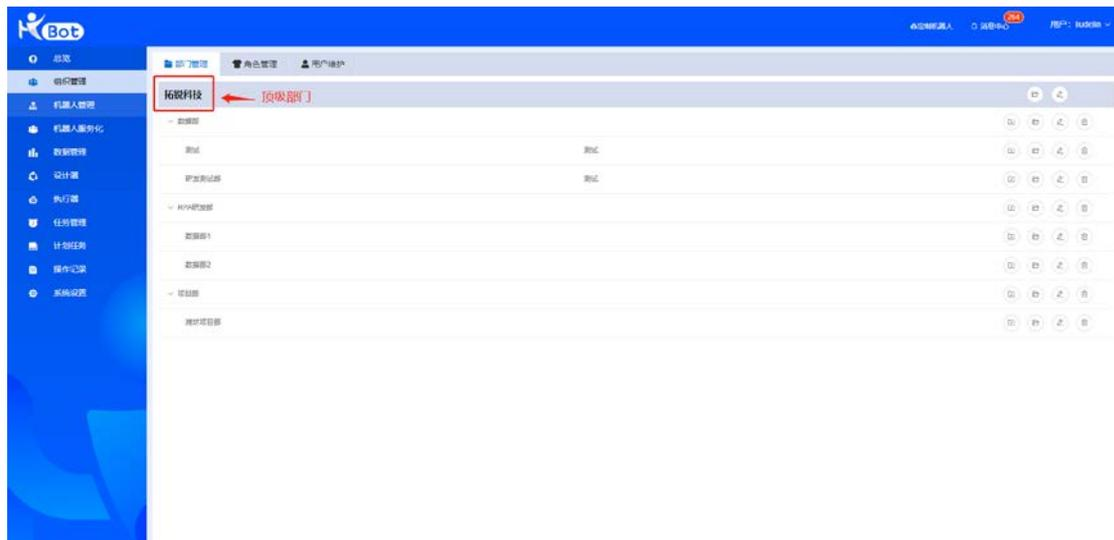

图 13
- 顶级部门: 首次使用 HiBot Commander 时, 需要先创建顶级部门, 再添加子级部门, 如图 13.